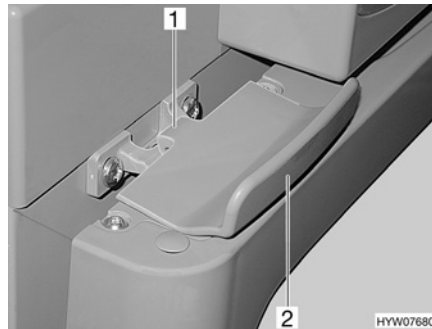

Bild 98 Verriegelung der Kühlschranktür, geschlossen (Thetford)
- Kühlschranktür am Griff (Bild 98,2) öffnen. Die Verriegelung (Bild 98,1) wird automatisch gelöst.